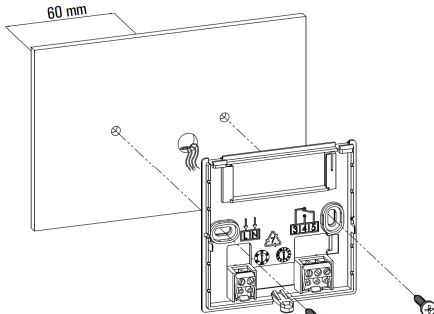

Fig. 4
- 3 Fijar la base directamente a la pared o en una caja de derivación de 2 módulos mediante los orificios de los tornillos con distancia entre ejes de 60 mm prestando atención a pasar los cables en la ranura como indica la Fig. 4.